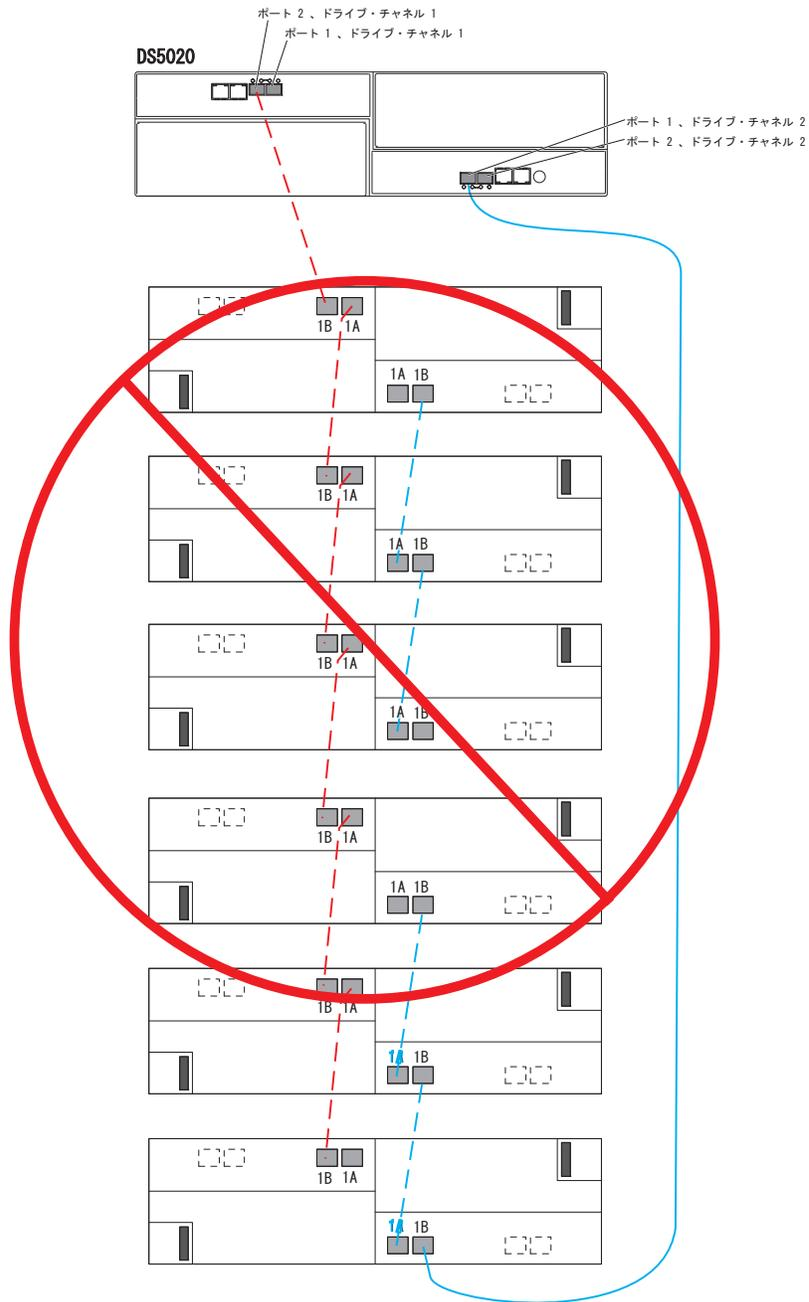

図 43. 1 つの DS5020 と最大 6 つのストレージ拡張エンクロージャーのケーブル接続
78 ページの図 43 は、誤ったケーブル接続トポロジを示しています。その理由は、6 つのストレージ拡張エンクロージャーがすべて、各コントローラーのデュアル・ポート・ドライブ・チャンネルの単一ドライブ・ポートに接続されているためです。
**重要:** 図 43 に示しているように、ストレージ・サブシステムとストレージ拡張エンクロージャーをケーブル接続しないでください。ストレージ・トポロジが正しくないストレージ・アレイでは、正常に機能しているように見えていても、誤ったケーブル接続には潜在的に予測不能な結果をもたらす可能性があります。